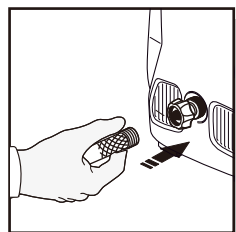

Fig. 11
- Fixer un tuyau d'arrosage à l'adaptateur de tuyau d'arrosage. (Figure 11).